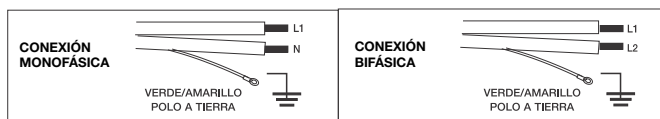

Fig. 9
- Conecte los cables terminales de su horno como se indica en la fig. 9, utilizando cables y medios de desconexión al alambrado, especificado en el Reglamento Técnico 90708 (Retie).